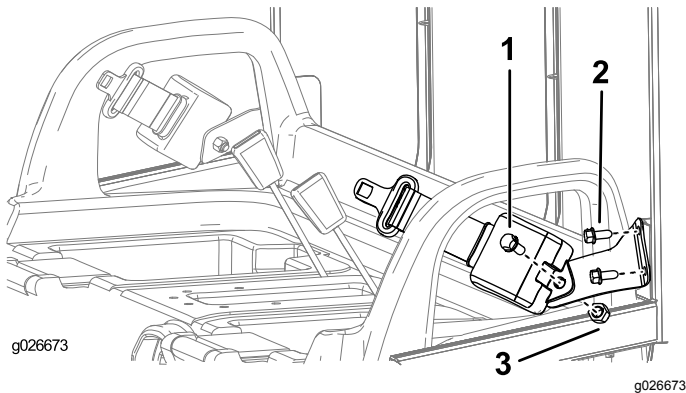

図 8
1. シートベルト用ブラケットを ROPS についている各タブに取り付けるボルト 3/8 インチ 2本を使用し 図 8に示すように取り付ける。
3. 各シートベルトの引き込み側を、それぞれのアンカーブラケットに取り付ける各々についてボルト 7/16 インチ とナット 7/16 インチ を使用し、図 8に示すように取り付ける。